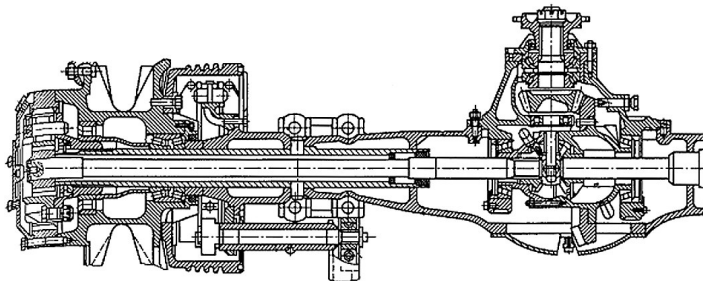

Рис. 1. Задний мост
8. ХАРАКТЕРИСТИКА ГЛАВНОЙ ПЕРЕДАЧИ МОСТА НА РИС. 1